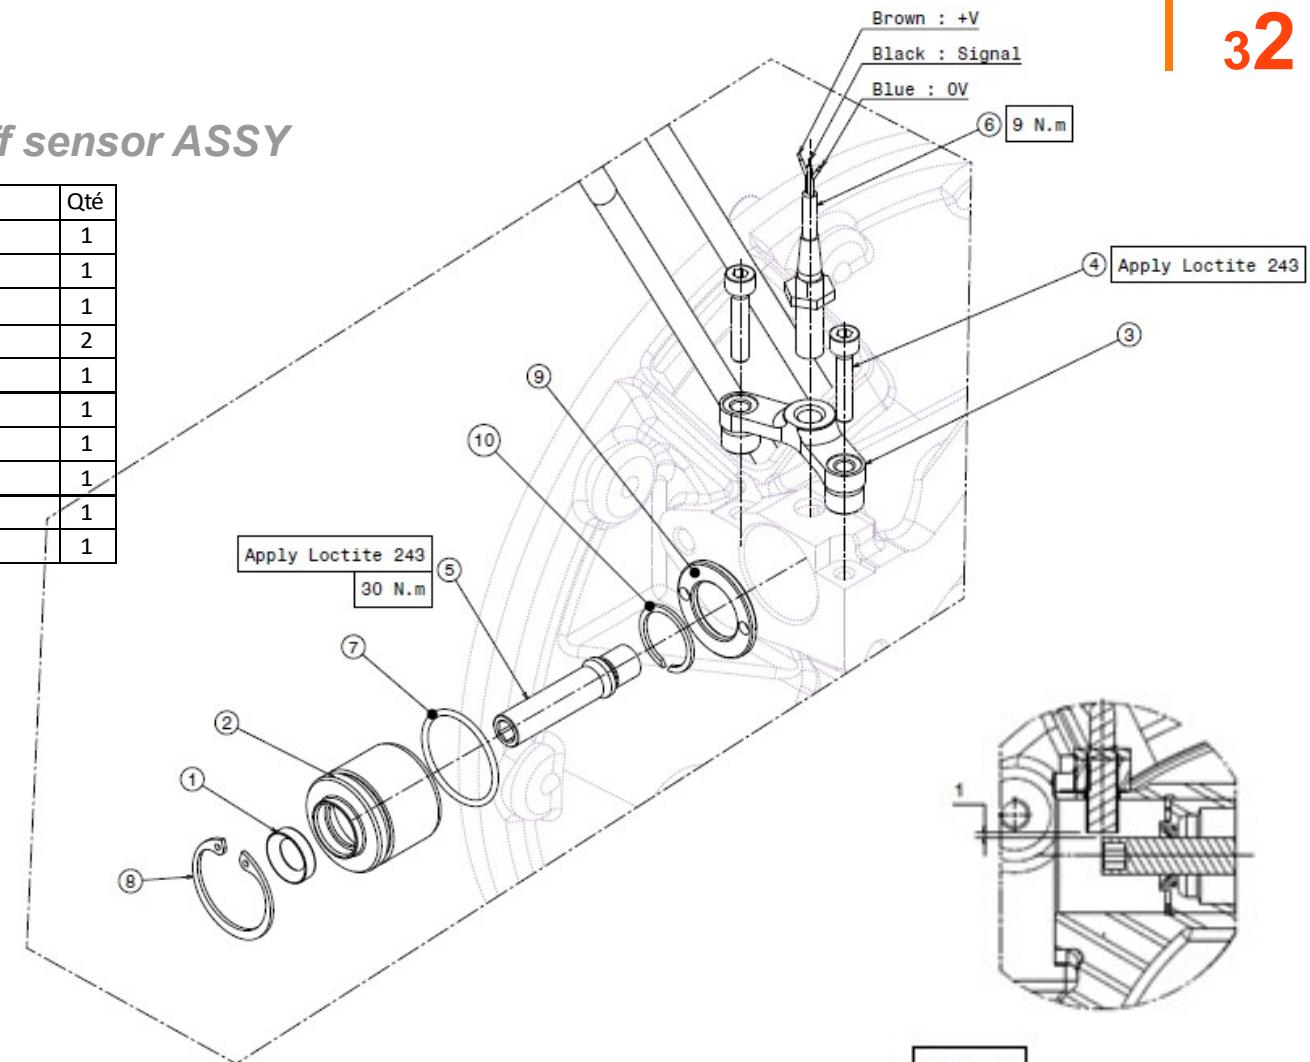

Fig.1
- Si le carter embrayage ne dispose pas d'origine du logement Fig.1, le carter embrayage devra être renvoyé pour usinage du logement suivant le plan P9018054 pour le carter ETV89 et D0000391 pour le carter TV89.
- If clutch housing is not equipped with sensor housing Fig.1, clutch housing must be sent back to mill it according to drawing P9018054 for ETV89 and D0000391 for TV89.